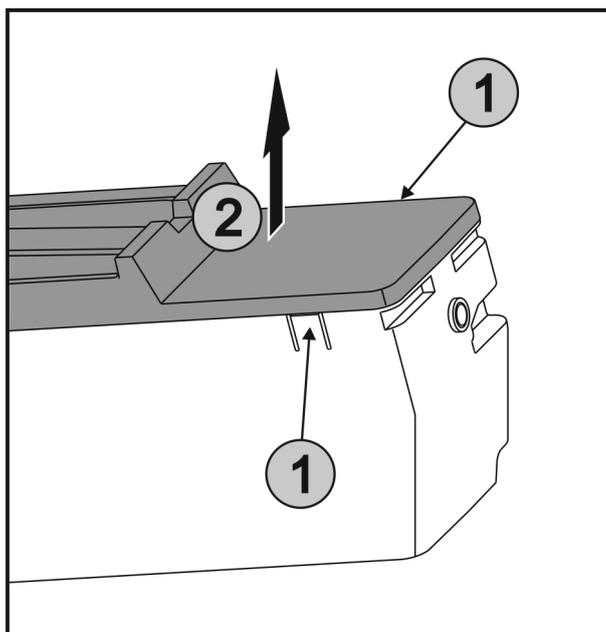

Fig. 57
- ▶ Premere contemporaneamente le linguette Fig. 57 (1) su entrambi i lati di EasyTwist-Ice e rimuovere la copertura sollevandola verso l'alto Fig. 57 (2).